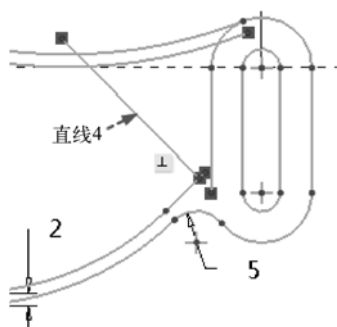

图 2-91 绘制直线 4
- 单击  按钮，绘制第 4 条直线，单击  约束按钮，使直线 4 与直线 3 垂直约束，如图 2-91 所示。